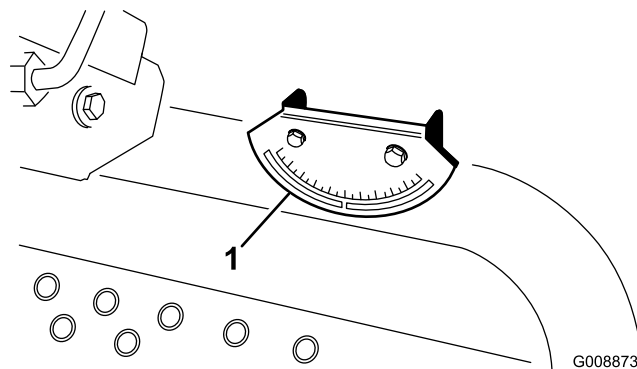

Figure 5
2. Vérifiez que la machine est de niveau en plaçant un inclinomètre à main (fourni avec la machine) sur la traverse de châssis près du réservoir de carburant (Figure 5). L'inclinomètre doit indiquer zéro degré vu de la position de conduite.